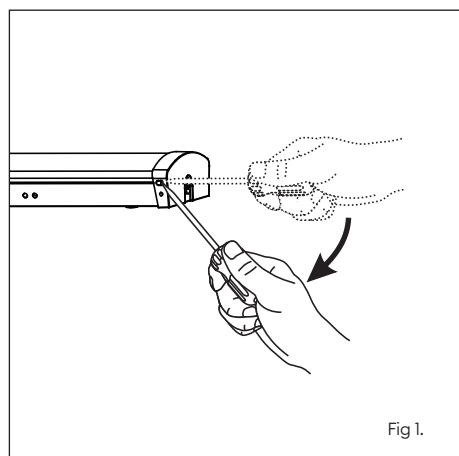

Fig 1.
- Remove x2 diffuser retaining clips with flathead screwdriver (Fig 1).
- Retirez 2 clips de maintien du diffuseur à l'aide d'un tournevis à tête plate (fig. 1).
- Rimuovere clip di fissaggio del diffusore con un cacciavite a testa piatta (Fig. 1).